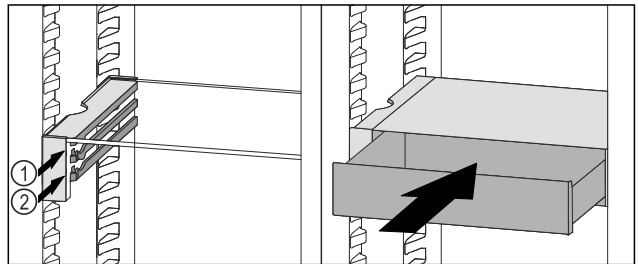

Fig. 174
- Встановити висувний ящик VarioSafe за стопорами на потрібне ребро Fig. 174 (1) або Fig. 174 (2).